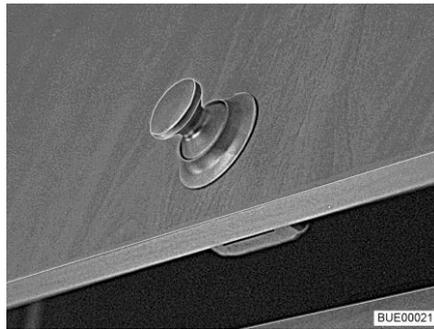
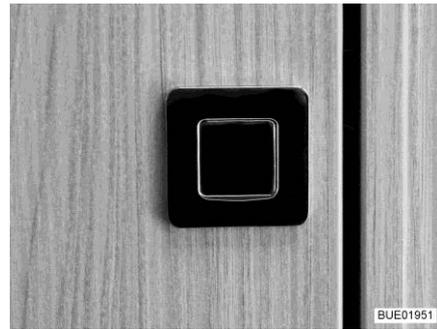

Fig. 41 Trampa de muebles con botón de presión redondo
Fig. 42 Trampa de muebles con botón de presión rectangular
- Pulsar la parte interior de la cerradura. El botón de presión (Fig. 41 o Fig. 42) salta hacia fuera.